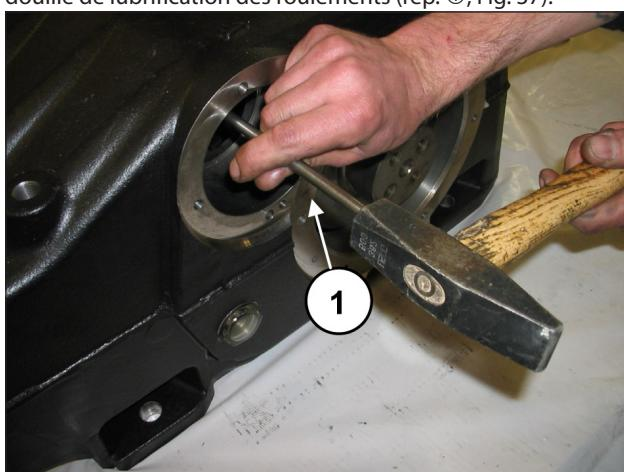
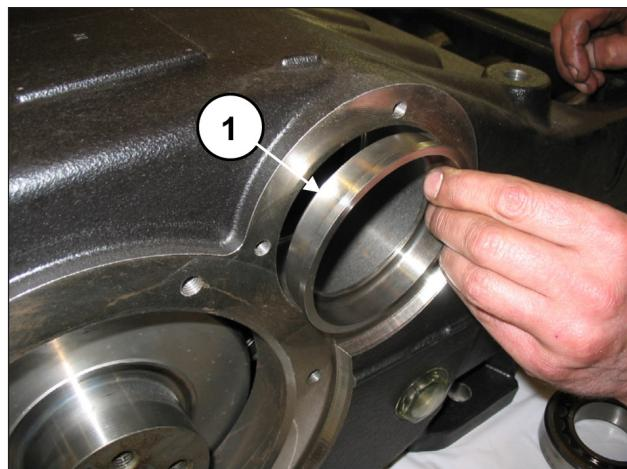
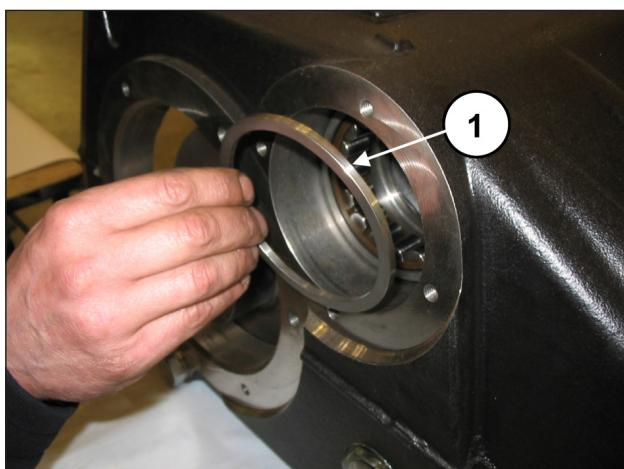

Fig. 34
Fig. 37
Fig. 36
En utilisant une barre suffisamment longue (rep. ①, Fig. 34) et une masse à inertie, dégager du carter les bagues de roulement hors du corps de pompe (rep. ①, Fig. 35), l'entretoise du roulement extérieur (rep. ①, Fig. 36) et la douille de lubrification des roulements (rep. ①, Fig. 37).